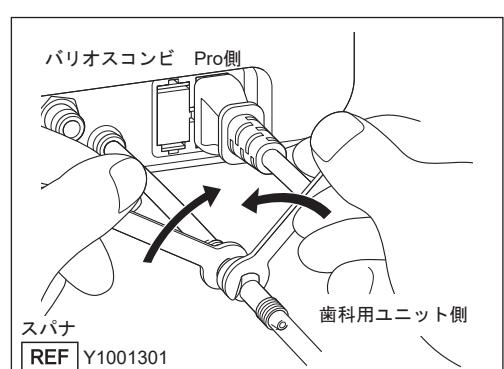

図59
- 3) ふたつのスパナ（5×8）を使って、矢印の方向に回します（図59）。